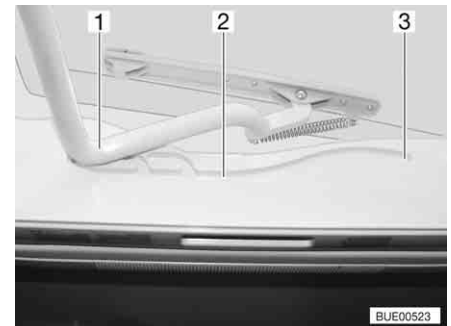

Bild 81 Heki-Dachhaube, Führung
- Den Bügel (Bild 81,1) in den Führungen (Bild 81,2) bis in die hinterste Position (Bild 81,3) ziehen.
- Den Bügel (Bild 81,1) mit beiden Händen leicht nach oben drücken.
- Den Bügel in den Führungen (Bild 81,2) bis zur gewünschten Stellung ziehen.